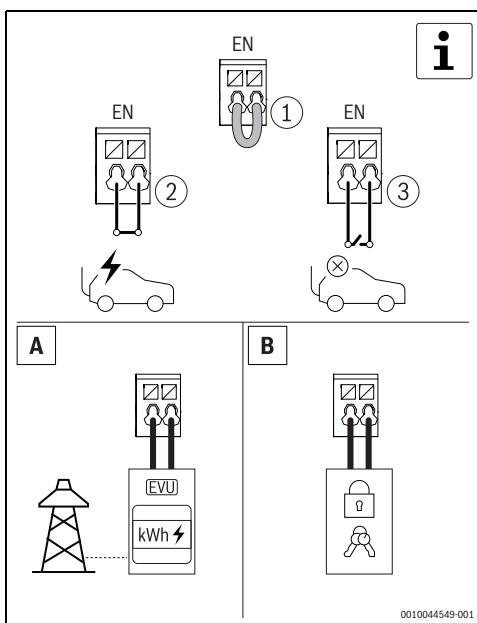

Fig. 359 Valgfri digital inngang
- Åpne Power Charge 7000i med RFID-kortet, appen eller den eksterne blokkeringsenheten. Dette trinnet er valgfritt (→ fig. 359 og 6.1.5, side 344).